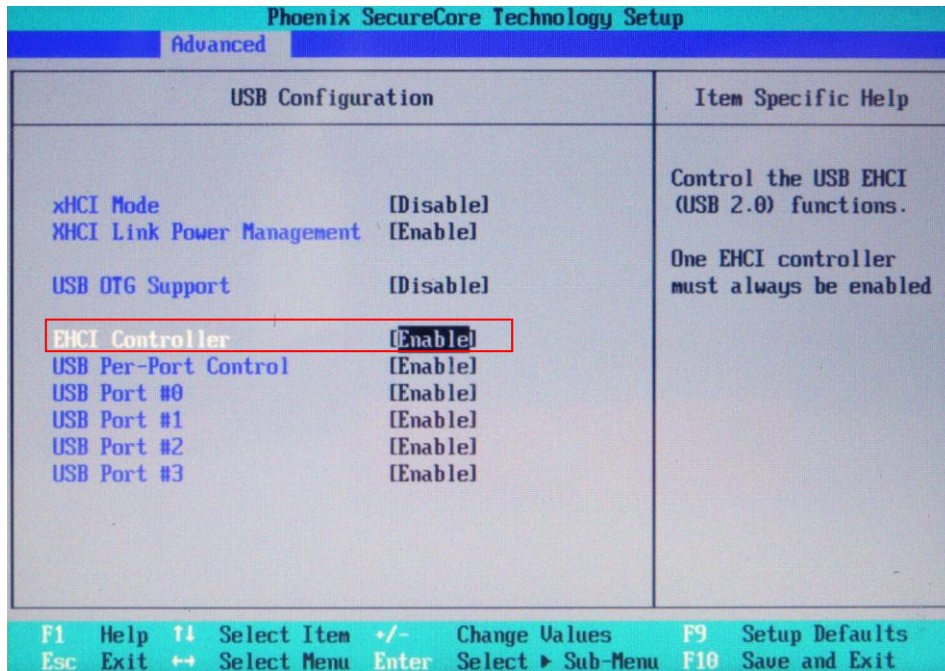

図 6-1-1-4. BIOS 設定 Advanced メニュー USB Configuration
- ⑩ [Boot]メニューを選択します。(図 6-1-1-5)
- ⑪ [USB CD] (接続した USB-DVD ドライブ)を[ATA HDD0] (mini m-SATA メインストレージ)よりも上に設定します。